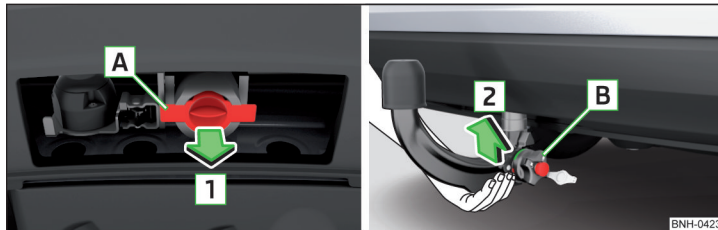

Abb. 133 Abdeckkappe für den Aufnahmeschacht abnehmen / Kugelstange einsetzen
- Zur **Vorbereitung des Einbaus** die Abdeckkappe für den Aufnahmeschacht **A** in Pfeilrichtung **1** abnehmen » Abb. 133.
- Zum **Einbau** die Kugelstange **von unten** fassen » Abb. 133.
Nach dem Ausbau der Kugelstange die Abdeckkappe für den Aufnahmeschacht **A** entgegen der Pfeilrichtung **1** einsetzen » **Abb. 133 auf Seite 113**.